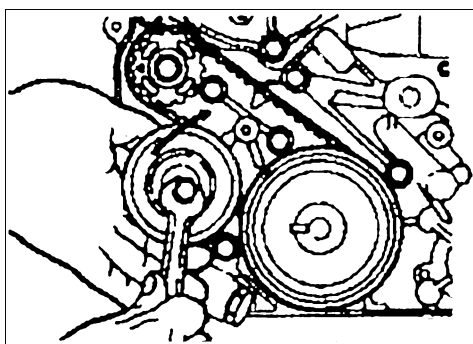

图 2-33 拧紧螺栓
④ 在用手指对着正时带张紧器一侧施加力的同时，如图 2-33 所示，向箭头方向移动张紧器 B。此时拧紧螺栓使张紧器 B 固定。注意在拧紧螺栓时，不要让轴与带轮一起转动使带过紧。